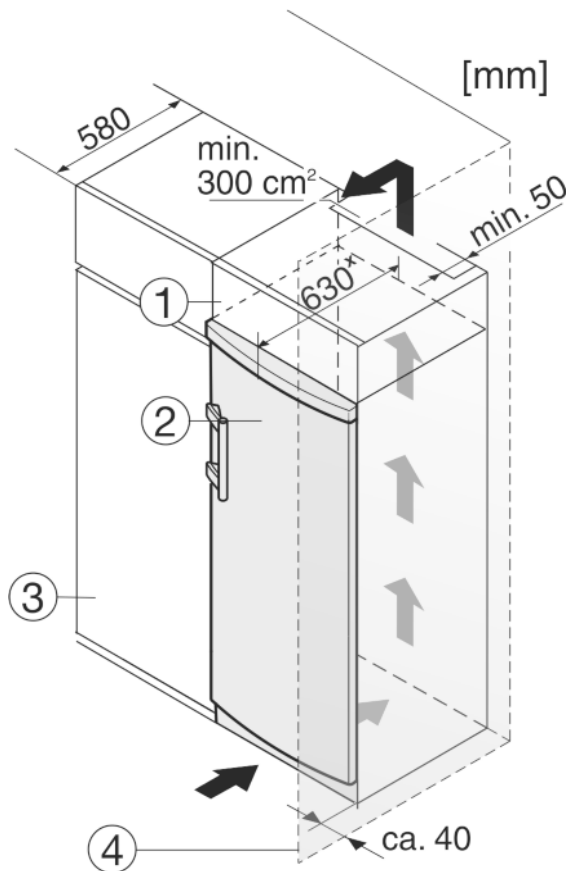

Fig. 11
Das Gerät kann mit Küchenschränken umbaut werden. Um das Gerät Fig. 11 (2) der Küchenzeilenhöhe anzugleichen, kann über dem Gerät ein Aufsatzschrank Fig. 11 (1) angebracht werden.
Beim Umbau mit Küchenschränken (Tiefe max. 580 mm) kann das Gerät direkt neben dem Küchenschrank Fig. 11 (3) aufgestellt werden. Das Gerät steht seitlich 34 mm × und in der Gerätemitte 50 mm × gegenüber der Küchenschrankfront vor.
Wenn das Gerät mit den Scharnieren neben einer Wand Fig. 11 (4) aufgestellt wird, muss der Abstand zwischen Gerät und Wand mindestens 40 mm betragen. Dies entspricht dem Griffüberstand bei geöffneter Tür.